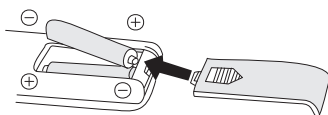

Figure 2
**2** Insérez les piles et assurez-vous qu'elles sont placées comme indiqué à la figure 2.